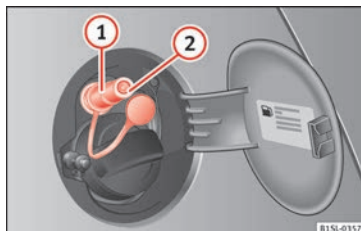

Fig. 167 Tapa del depósito abierta: boca de carga de gas (1), retén de la boca de carga (2).
- Destape la boca de carga de gas » **fig. 167** (1).